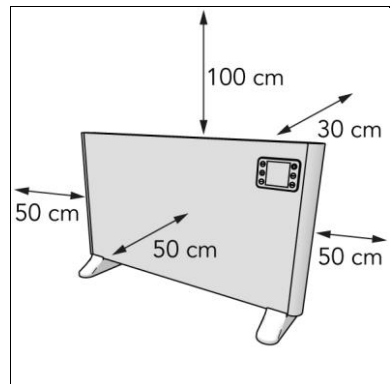

Abbildung 8
5. Platzieren Sie das Gerät mit einem Mindestabstand (Abbildung 8) von: